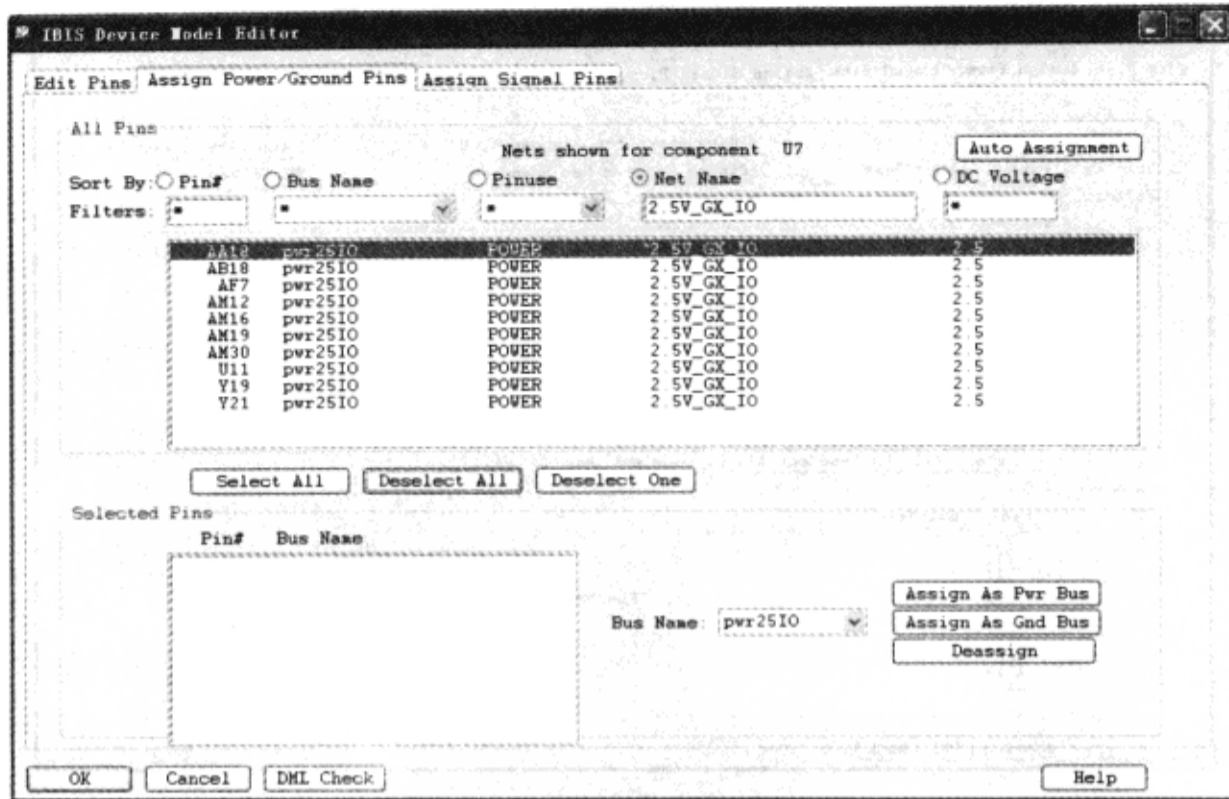

图 5-3-48 电源总线
(10) 在“IBIS Device Model Editor”对话框单击“Deselect All”按钮→网络列出在“IBIS Device Model Editor”对话框的“All Pins”区域的列表框，这些引脚现在显示总线名为“pwr25IO”，如图 5-3-48 所示。